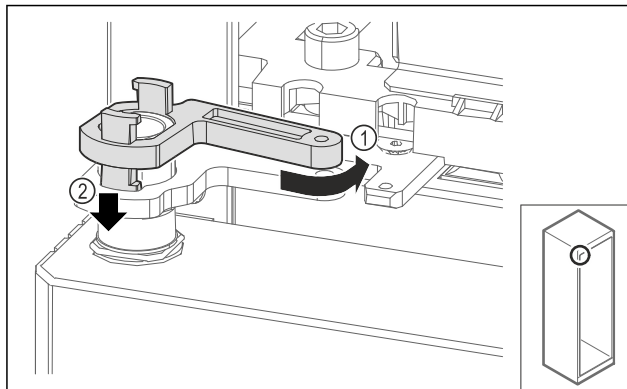

Fig. 67
- Ξεβιδώστε ελαφρά το κλείδωμα του στηρίγματος Fig. 67 (1), πιέστε προς τα κάτω Fig. 67 (2) και κλειδώστε το στη γωνία μεντεσέ.